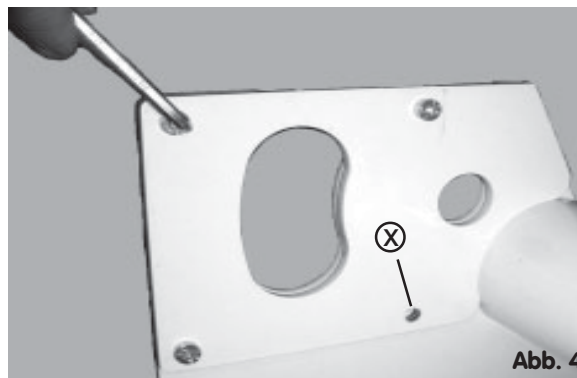

Abb. 4
Demontieren Sie vor der Montage des Oberteils zunächst die an der Liege befestigten Sicherungslaschen (Abb. 4).
**Beachten Sie die Position der Schrauben (Abb. 4)!**